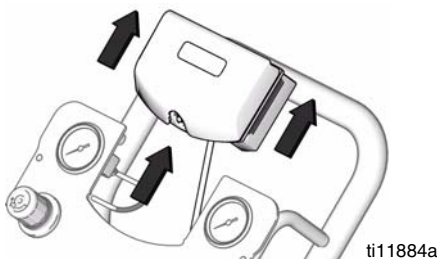

FIG. 10. Remover o DataTrak
3. Remova o módulo DataTrak do suporte. Consultar FIG. 10. Segure no módulo e ligue o cabo a um local não perigoso.